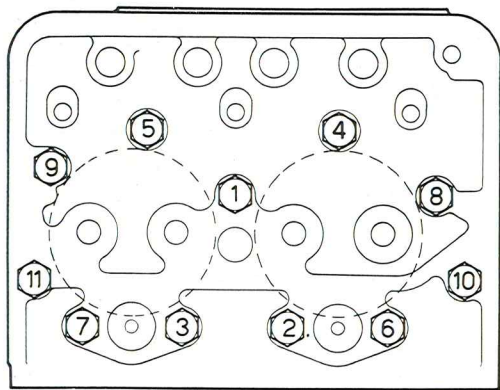

Fig. 15 - TESTA MOTORE (i numeri indicano l'ordine di serraggio dei dadi).
1) Verificare il serraggio dei dadi che fissano la testa del motore (fig. 15), rispettando l'ordine di manovra prescritto (la coppia di serraggio deve risultare di  $8 \div 8,5$  mkg):
Il serraggio dei dadi che fissano la testa del motore dev'essere fatto in modo di evitare l'avvitamento irregolare di un dado alla volta, avvitando in maniera uniforme (a più riprese) ciascuno di essi secondo l'ordine di manovra indicato in fig. 15.